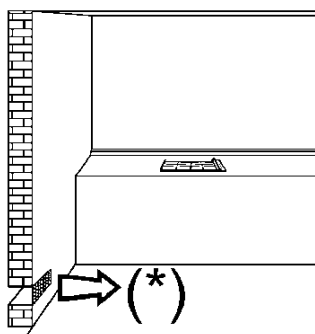
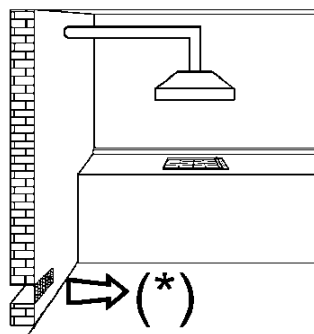
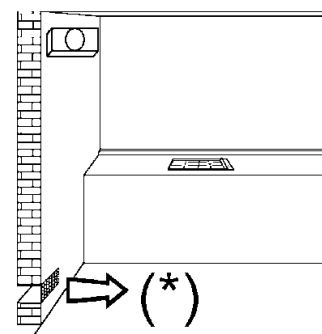

FIG. 3
FIG. 4
FIG. 5
- a utilização dum aparelho de cozinhar a gás produz calor e humidade no local onde está instalado, portanto, é necessário garantir uma boa ventilação do local, mantendo as aberturas da ventilação natural desobstruídas (fig. 3) e activando o dispositivo de ventilação mecânica (ver. fig. 4 e fig. 5).
Para que o aparelho funcione correctamente, é indispensável que o local de instalação seja permanentemente ventilado. A quantidade de ar necessária é a exigida pela combustão regular do gás e pela ventilação do local, cujo volume não poderá ser inferior a 20 m³. O ar deve entrar naturalmente por via directa através de aberturas permanentes, que atravessam a parede do local a ventilar, alcançando o lado exterior com uma secção mínima de 100 cm² (veja fig. 3).
Os aparelhos para cozinhar a gás devem sempre libertar os produtos da combustão por meio de exaustão ligada a chaminés ou directamente ao exterior (veja fig. 4). Caso não exista a possibilidade de aplicação de exaustão, admite-se o uso de um ventilador eléctrico instalado na janela ou numa parede que dê para o exterior, o qual deverá funcionar junto com o aparelho (veja fig. 5), desde que a Norma em vigor em matéria de ventilação seja respeitadas.